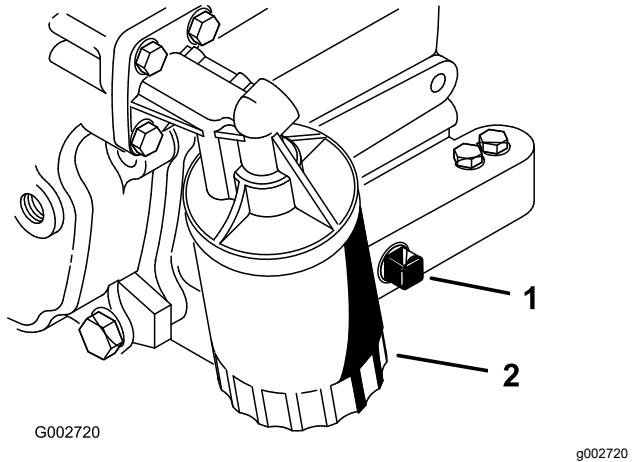

Figura 26
- Togliete il tappo di spurgo (Figura 26) e lasciate defluire l'olio in una bacinella. Quando l'olio cessa di defluire, rimontate il tappo.
- Togliete il filtro dell'olio (Figura 26).